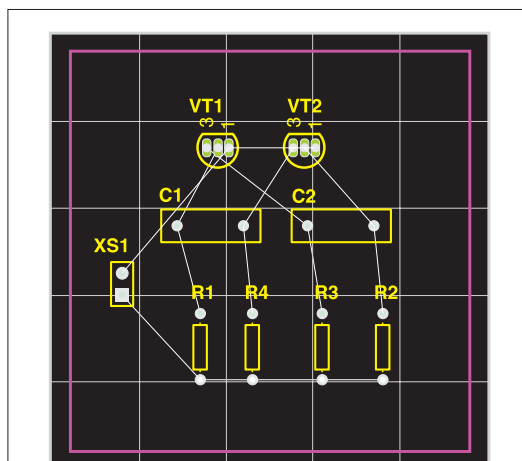

Рис. 1. Вид платы после размещения компонентов
5. Аналогичным образом разместим все компоненты, как показано на рис. 1.